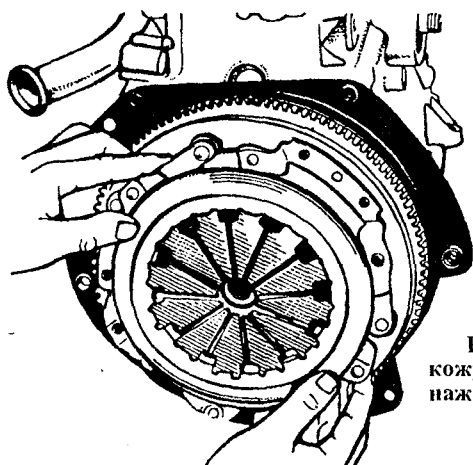

Рис. 2.13. Снятие кожуха сцепления с нажимным диском
– Отвернув болты, снять кожух сцепления с нажимным диском и ведомый диск сцепления (рис. 2.13).